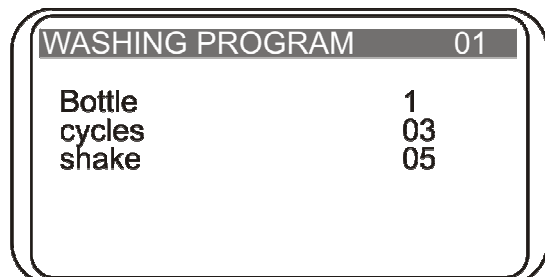

Abb. 6. Meldungen des laufenden Programms
- 4.16. Während des Betriebs wird die Nummer des Waschgangs angezeigt (Abb. 6). Falls die aktuelle Aktion Zeiterfassung hat (Einweichen, Schütteln), wird die verstrichene Zeit angezeigt.